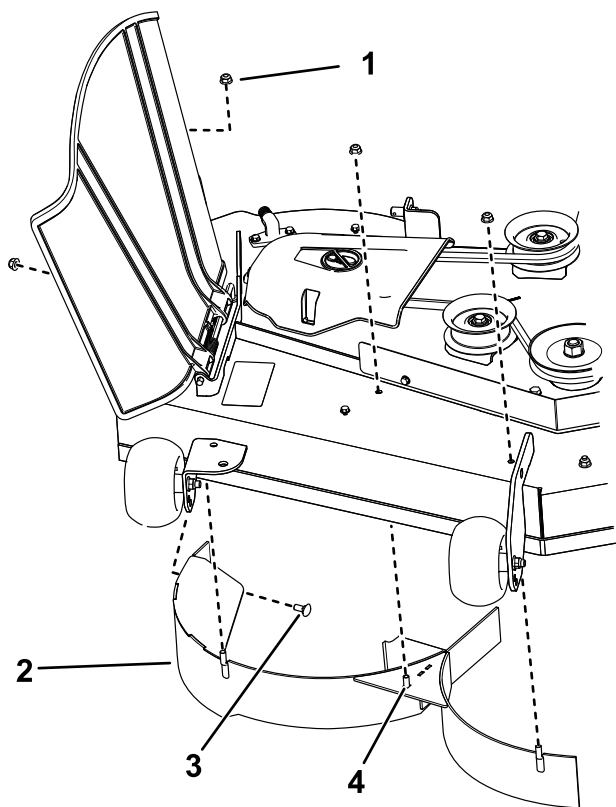

Figura 13
4. Îndepărtați cele 3 contrapiulițe (5/16") de pe suporturile sudate ale deflectorului drept (Figura 13).
- Îndepărtați cele 2 uruburi de fixare și cele 2 contrapiulițe care fixează deflectorul drept pe punte și îndepărtați deflectorul (Figura 13).
- Localizați cele 3 boluri printre accesoriile și folosiți contrapiulițele existente pentru a monta aceste elemente de fixare în utilizate pentru suporturile sudate (Figura 13), pentru a împiedica proiectarea reziduurilor.